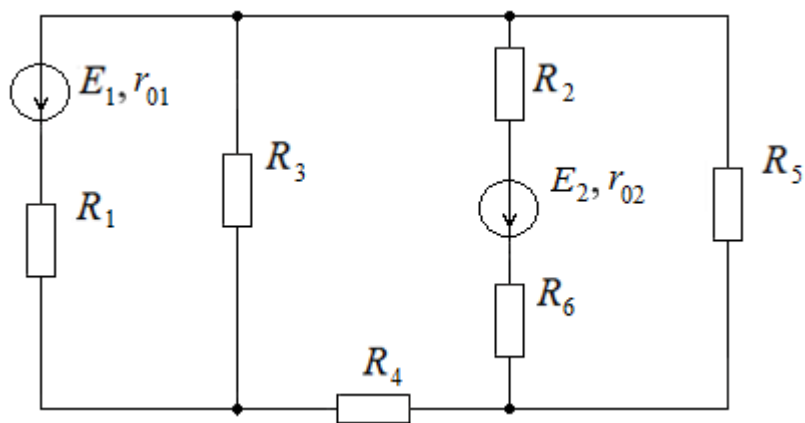

Рис. 110
43. Методом наложения определить все токи для электрической цепи (рис. 110), если $E_1 = 20 \text{ В}$; $E_2 = 30 \text{ В}$; $R_1 = 50 \text{ Ом}$; $R_2 = 40 \text{ Ом}$; $R_3 = 30 \text{ Ом}$; $R_4 = 25 \text{ Ом}$; $R_5 = 50 \text{ Ом}$; $R_6 = 15 \text{ Ом}$; $r_{01} = 2 \text{ Ом}$; $r_{02} = 2 \text{ Ом}$.